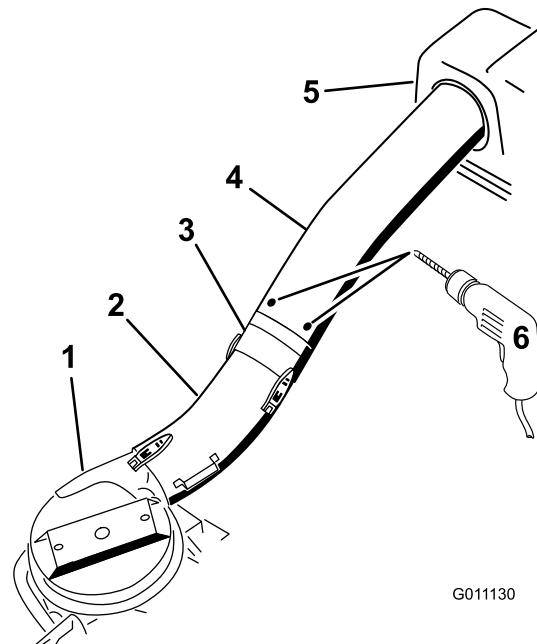

Figura 27
11. Utilizzando i 3 fori o i segni nel tubo superiore come modello, eseguite 3 fori (diametro 7/32 pollici) nel punto in cui i tubi superiore e centrale si uniscono (Figura 27).